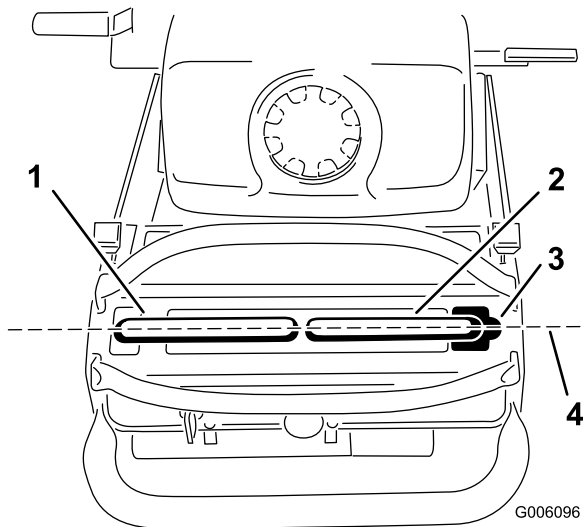

Figura 46
Importante: Dopo aver regolato le leve di controllo del movimento, assicuratevi che l'allineamento del tosaerba sia corretto. Dopo aver regolato l'allineamento, le leve di controllo del movimento potrebbero non allinearsi longitudinalmente (Figura 46).
1. Una volta terminato l'allineamento orizzontale, controllate l'allineamento longitudinale (Figura 46).